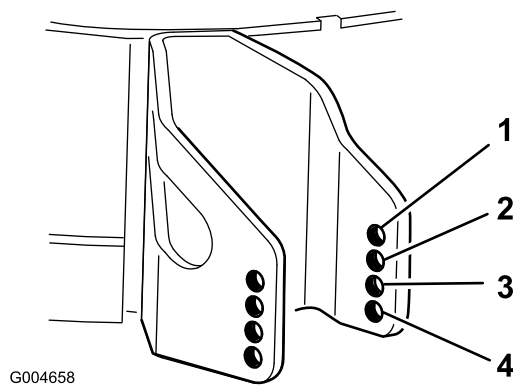

図 9
4. 設定した刈高に一番近い数値の穴を、芝刈り防止ローラの取り付け穴とする（図 9）。